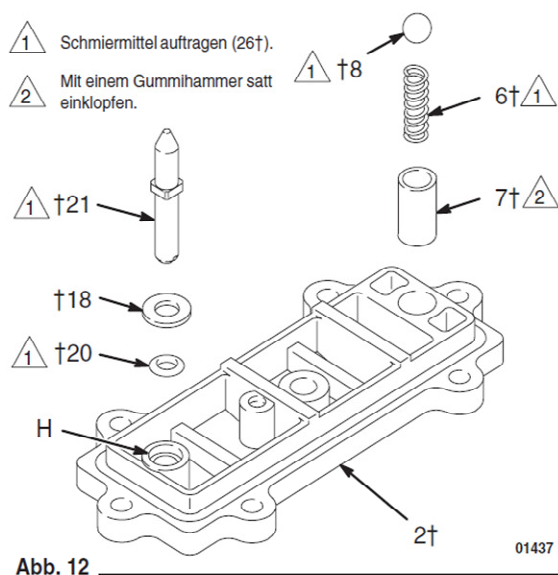
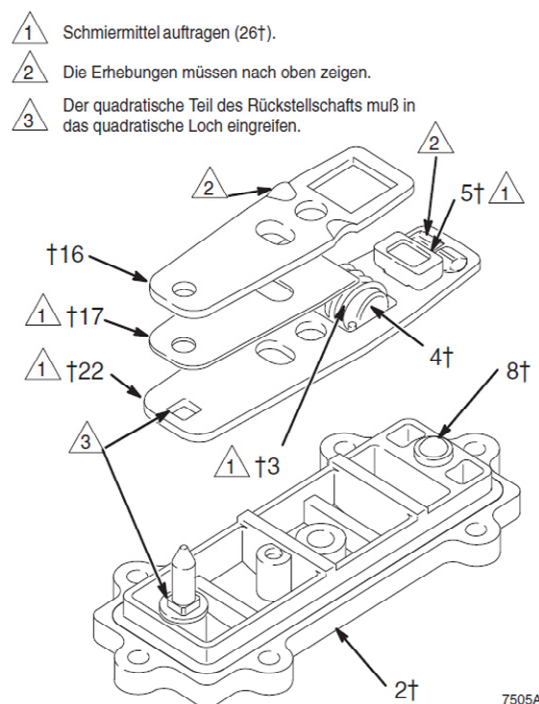

Abb. 12
Abb. 13
1. Wenn die Hülse (7) entfernt wurde, sorgfältig eine neue Hülse mit einem Gummihammer in einen neuen Deckel (2) einbauen. Siehe Abb. 12.
2. Die Feder (6) einfetten und in die Hülse (7) geben. Die Kugel (8) schmieren und in die Feder einsetzen.
3. Den O-Ring (20) schmieren und in das Loch (H) im Deckel (2) einbauen. Siehe Abb. 12. Die Scheibe (18) auf das stumpfe Ende des Rückstellschaftes (21) schieben. Den Schaft durch den Deckel (2) hindurch einschieben, bis er sitzt.
4. Die Feder (3) schmieren. Den Stopp (4) in die Feder geben.
5. Die Steuerplatte (22) und das Distanzstück (17) schmieren. Die Steuerplatte, das Distanzstück und die Stellplatte (16) wie in Abb. 13 dargestellt zusammenbauen. Die Erhebungen an den Platten (22 und 16) müssen nach oben zeigen.
6. Die Feder zusammendrücken (3) und zusammen mit dem Stopp (4) in den Steuerplattensatz einbauen. Durch die Federspannung werden alle diese Teile zusammengehalten. Das Ventillager (5) schmieren und wie dargestellt in den Steuerplattensatz einbauen.
7. Den Steuerplattensatz so an dem Deckel (2) installieren, dass das spitze Ende des Rückstellschaftes (21) durch die Löcher in den Steuerplatten hindurchgeht und der quadratische Teil des Schaftes in das quadratische Loch eingreift. Sicherstellen, dass die Erhebungen an der Steuerplatte (22) mit der Kugel (8) in Eingriff stehen.